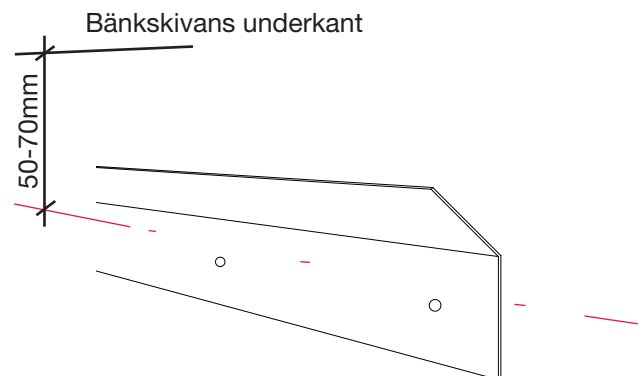

Fig. 2 Montageskena och märklinje.
2. Skruva upp montageskenan (Se fig. 2) som medföljer leveransen som standard och är anpassad efter apparatens längd. I höjled skall skenans skruvhål passas efter den gjorda markeringen. I längsled skall skenans mittpunkt justeras enligt ritning, ex. mitt under ett fönster el dyl.